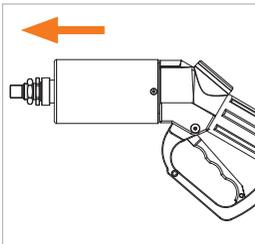

Abbildung 23
- ▶ Ziehen Sie den WEH® Servicenippel vorsichtig und gerade aus der Füllkupplung heraus (Abbildung 23).